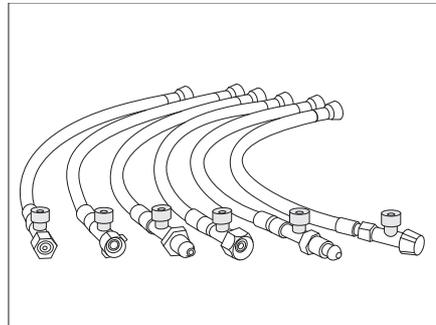

Bild 184 Hochdruckschläuche mit Schlauchbruchsicherung (länderspezifische Varianten)
- Grünen Knopf am Hochdruckschlauch (Bild 184) kräftig drücken.